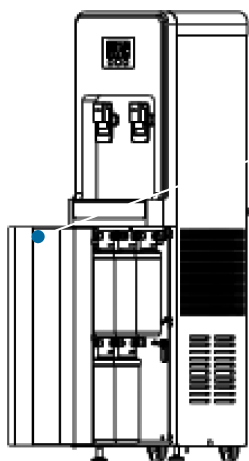
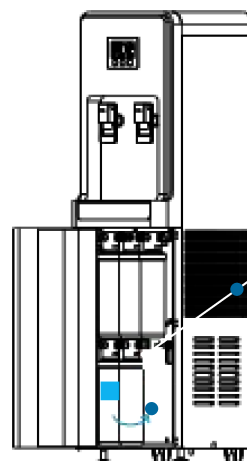

图 3 · 打开右侧前门，而非此侧
图 5 · 按滤芯上的箭头方向插入并旋转装好滤芯
7. 接通电源前，请检查所有滤芯是否拧紧（图 3 至图 5）。
2. 打开设备右侧的前门（图 3）。
5. 将新滤芯装到原位：向上推入并顺时针旋转锁紧（图 5）。